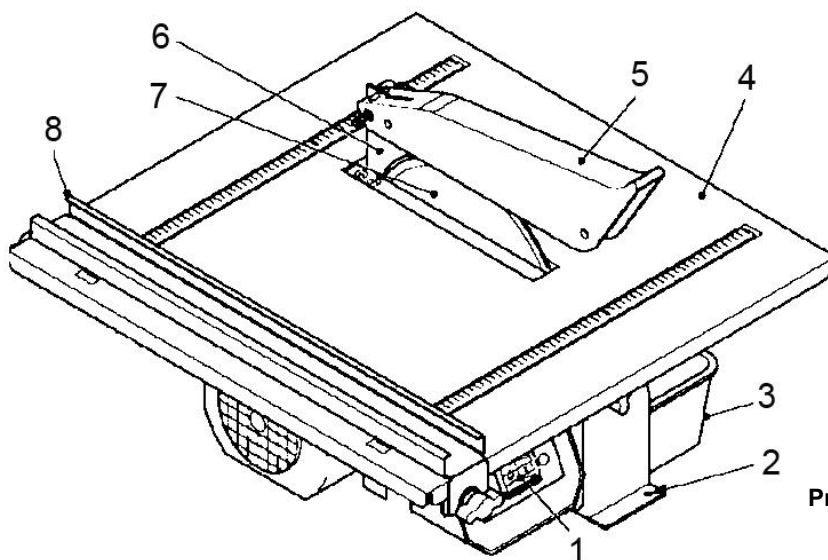

Рис. 1
- Электрический плиткорез снабжен специальным поддоном (3)(См. Рис.1) для водяного охлаждения отрезного алмазного диска.
- Залейте чистую воду в поддон (3)(См. Рис.1) до максимального уровня, указанного на поддоне.
- **Для включения плиткореза:** нажмите на пусковую кнопку зеленого цвета (1)(См. Рис.1). Переведите ее в положение «ВКЛ» (ON).
- **Для выключения плиткореза:** нажмите кнопку красного цвета на выключателе (1)(См. Рис.1). Переведите ее в положение «ВЫКЛ» (OFF).
Для удобного реза плитки по диагонали используйте специальный направляющий блок (21)(См. Рис.1).